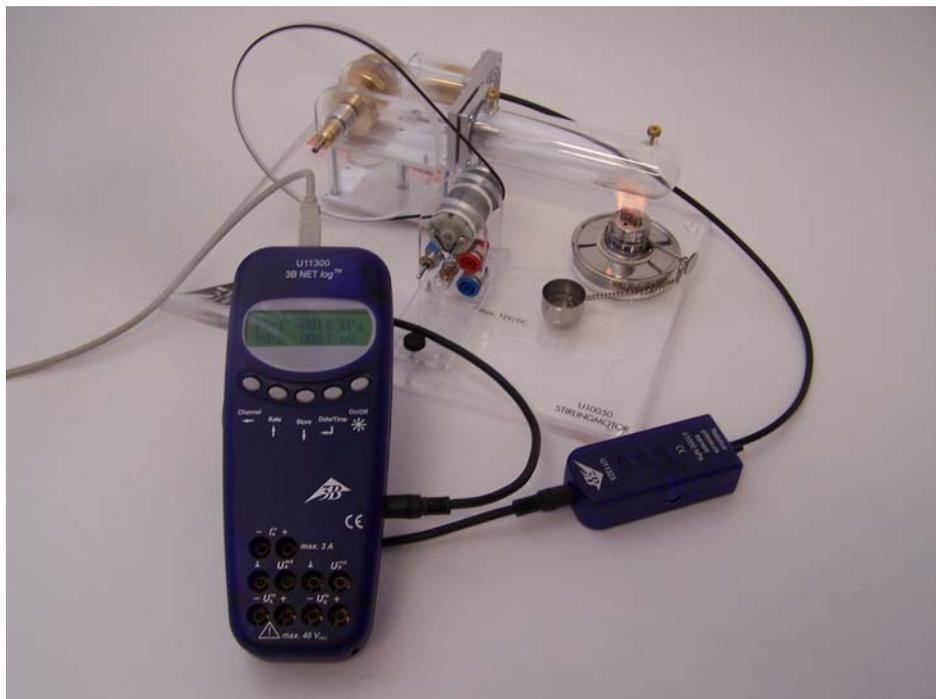

Fig. 1 Montage de l'expérience destiné à l'enregistrement des valeurs de pression de service dans le moteur Stirling U10050 en rotation
- Montez l'expérience comme le montre la fig. 1.